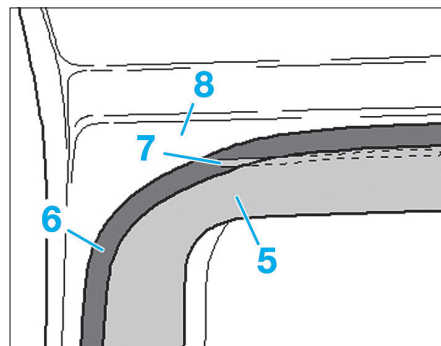

FIG. 14
- Si le cordon de soudure au laser (7) sur le flasque de tôle (8) n'est pas recouvert par le cordon de colle existant (5), enduire le cordon de soudure au laser (7) de primaire verre sur peinture (5) (Fig.14).
- Remplir le cordon de soudure au laser de colle pour glaces (6).